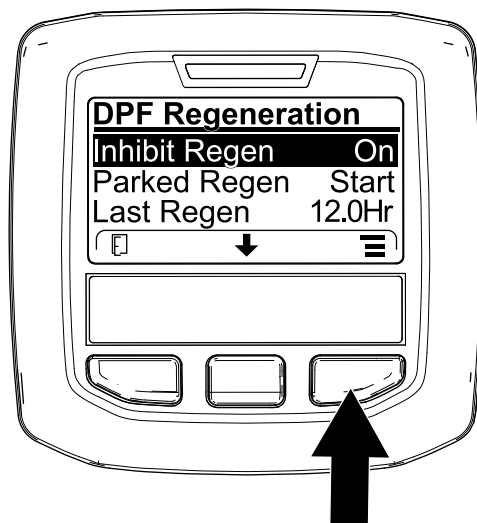
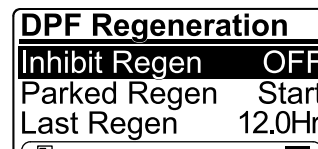

Figura 13
Figura 14
1. Acceda al menú DPF Regeneration (Regeneración de DPF), pulse el botón central para desplazarse hacia abajo, hasta la opción INHIBIT REGEN (Inhibir regeneración) y pulse el botón derecho para seleccionar la opción Inhibit Regen (Figura 13).
2. Pulse el botón derecho para cambiar el ajuste de inhibición de regeneración de Activado a Desactivado (Figura 13) o viceversa (Figura 14).